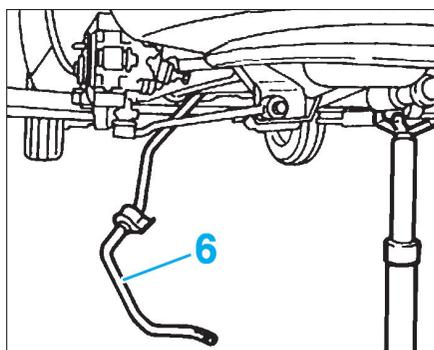

FIG. 11
- Abaisser lentement le berceau avant, puis extraire la barre stabilisatrice (6) (Fig.11).